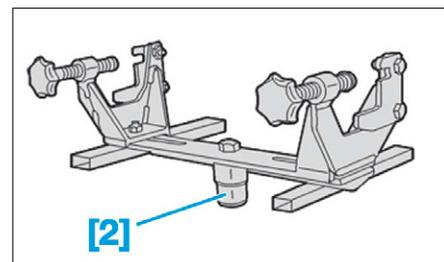

FIG. 69
- [2]. Support pour dépose-repose d'organes mécaniques (réf. 0008) (Fig.69).